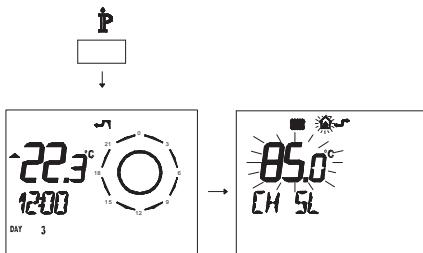

Рисунок 5.47
- Нажмите и удерживайте 3 секунды кнопку P, чтобы войти в режим **INFO** (Рисунок 5.47).